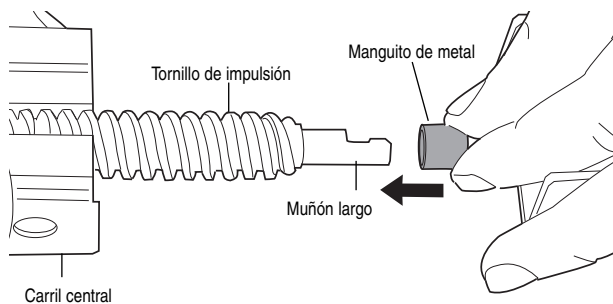

Figura 5
7. Deslice el carril central de modo que los agujeros del carril central y del tirante del carril estén alineados (Figura 5). Fije con pernos.